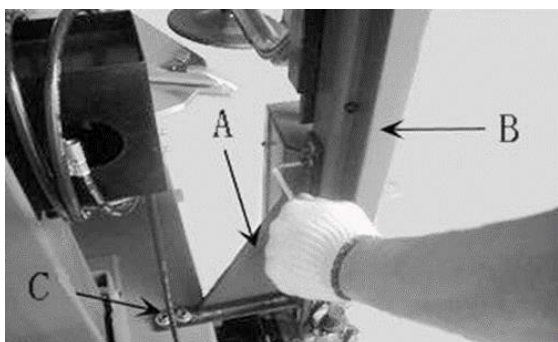

Рис. 14.4
14.1.5 Используйте фиксирующий кронштейн (рис. 14.4 А) для соединения кронштейна корпуса с корпусом и вставьте винт для фиксации.
Поверните клапан ручного переключения направления так, чтобы кончик прижимного блока совпадал с центром поворотного стола (рис. 14.7). Если они не совпадают, с помощью винта отрегулируйте положение основания (рис. 14.4), чтобы добиться совпадения. После регулировки закрепите болт.